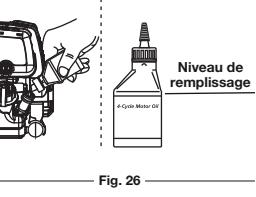

Fig. 25
- Videz l'huile dans un récipient en penchant l'appareil sur le côté (Fig. 25). Allouez assez de temps pour une vidange complète.